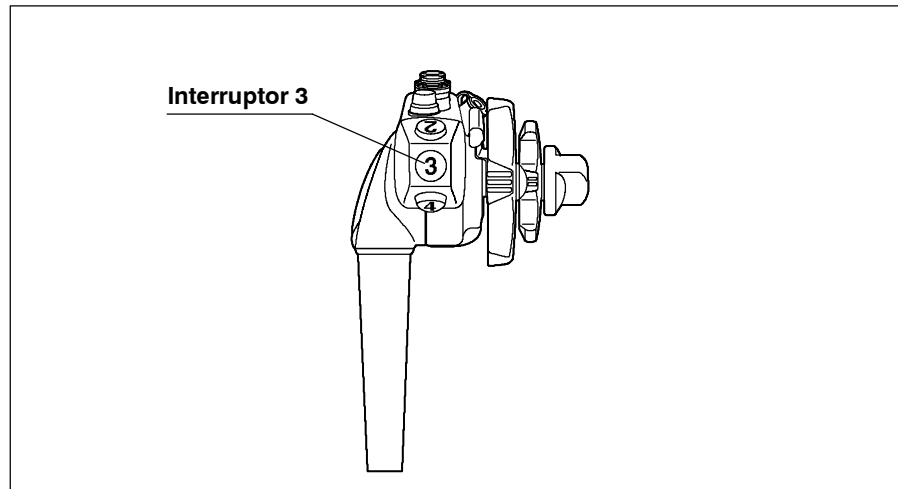

Figura 5.8
- El nivel de acentuación de imagen se puede controlar mediante el interruptor 3 (Enhancement) del control remoto del endoscopio (ver figura 5.8).